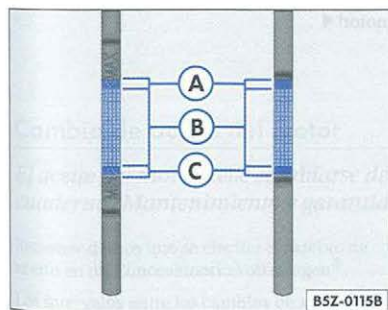

Fig. 113 En el vano motor: varilla de medición del nivel de aceite
– Vuelva a retirar la varilla de aceite y controle el nivel del aceite en el extremo inferior de la varilla ⇒ fig. 113.
Si el nivel de aceite se encuentra en la zona ⇒ fig. 113 (A), no debe hacer el reabastecimiento de aceite.
– Luego que el nivel de aceite alcance por lo menos la zona  ⇒ página 163, fig. 113, cierre cuidadosamente la tapa del bocal de abastecimiento.